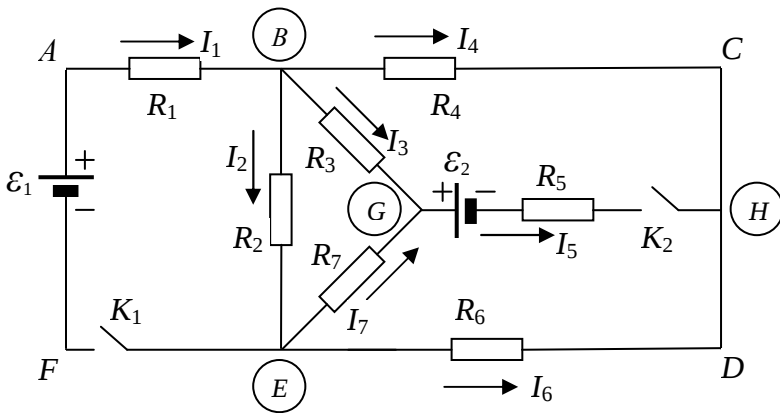

Рис. 2.1. Пример разветвленной цепи
Например, для узла 1 на рис. 2.1 первый закон Кирхгофа запишется в виде:
2. При записи второго закона выбирают произвольное направление обхода контура (по или против часовой стрелки). Если направление тока I_K в участке контура совпадает с направлением обхода, то произведение $I_i R_i$ берется со знаком плюс, если оно противоположно – со знаком минус. Если по обходу контура источник тока повышает потенциал, то его ЭДС считают положительной, в противном случае ее надо считать отрицательной. Например, для контура $ABEFA$ на рис. 2.1 второй закон